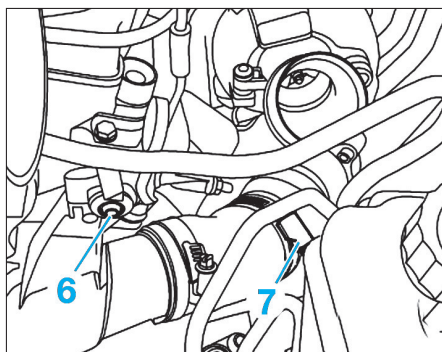

Fig. 44
- Déposer les vis de fixation (6) de la durit d'air de suralimentation (Fig.44).
- Détacher le collier (7) et retirer le flexible de raccordement du turbocompresseur autant que possible.